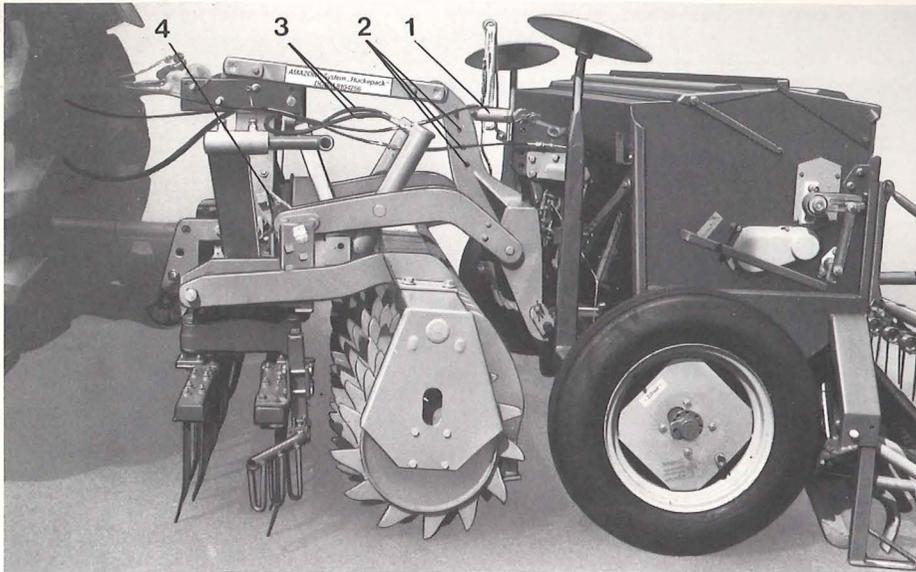
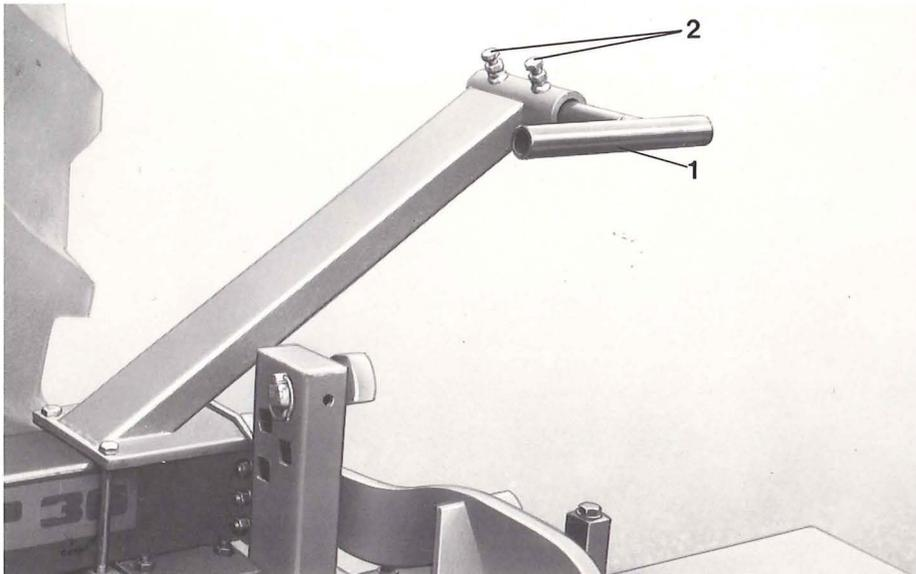

Fig. 15
Fig. 16
**3.8.3** Montage de la jonction hydraulique. La jonction hydraulique complète prémontée est fixée (fig. 15) sur l'arrière de la RE. Les supports latéraux de la jonction sont vissés sur les plaques-supports des  $\frac{1}{2}$  poutres (fig. 16) de la herse. Le semoir est finalement relié au point arrière de la jonction hydraulique.
A l'aide du tirant (fig. 15/1), le semoir est positionné horizontalement. Les différents trous (fig. 15/2) permettent un ajustement à divers types de semoirs. Après avoir relié le flexible hydraulique (fig. 15/3) au tracteur, le semoir sera levé à l'aide de la jonction hydraulique jusqu'à la butée (fig. 15/4). Les butées en tube (fig. 16/1) sur lesquelles s'appuient les roues du tracteur doivent ensuite être réglées. A cet effet, les vis (fig. 16/2) de blocage des butées seront desserrées et la butée mise en appui sur le pneu. Le semoir sera alors descendu hydrauliquement. Les butées seront alors avancées vers le semoir d'environ 30 mm et bloquées à l'aide des vis (fig. 16/2). Les butées stabilisent le semoir lorsqu'il est en position haute, les roues du semoir reposant sur les butées tubulaires (fig. 16/1).